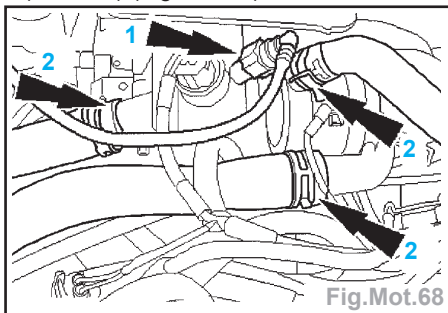

Fig.Mot.68
- Débrancher la conduite (flèche 1) ainsi que les durits (flèches 2) du boîtier de distribution de liquide de refroidissement (flèche 1) (Fig.Mot.68).